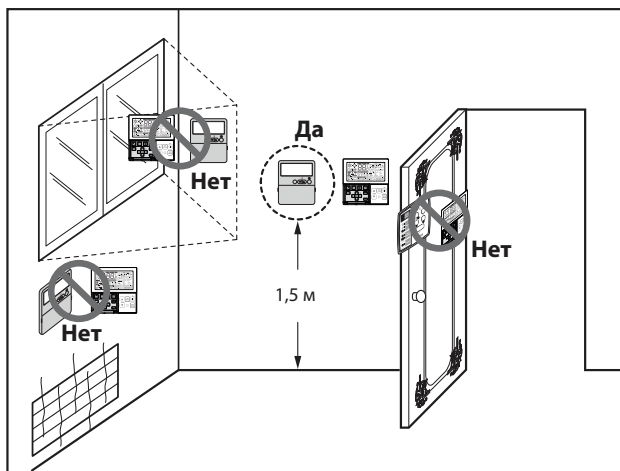

Рис. 1 Рекомендуемые места монтажа пульта дистанционного управления
Этот пульт дистанционного управления оборудован ЖК-дисплеем. Для корректного вывода информации на дисплей следует правильно смонтировать пульт дистанционного управления, как показано на рис. 1.
- Для блоков производительностью более 14 кВт/ч монтаж трубопроводов возможен в четырех направлениях (см. рис. 1).